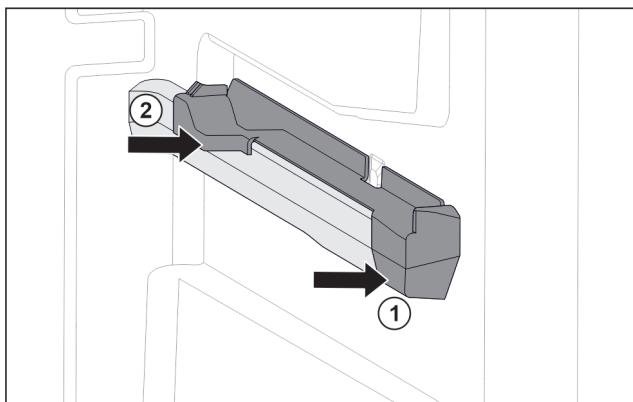

Fig. 80 Natični dio na desnom žlijebu spremnika
- Postavite natični dio sprijeda na žlijeb spremnika. Fig. 80 (1)
- Pritisnite natični dio straga. Fig. 80 (2)